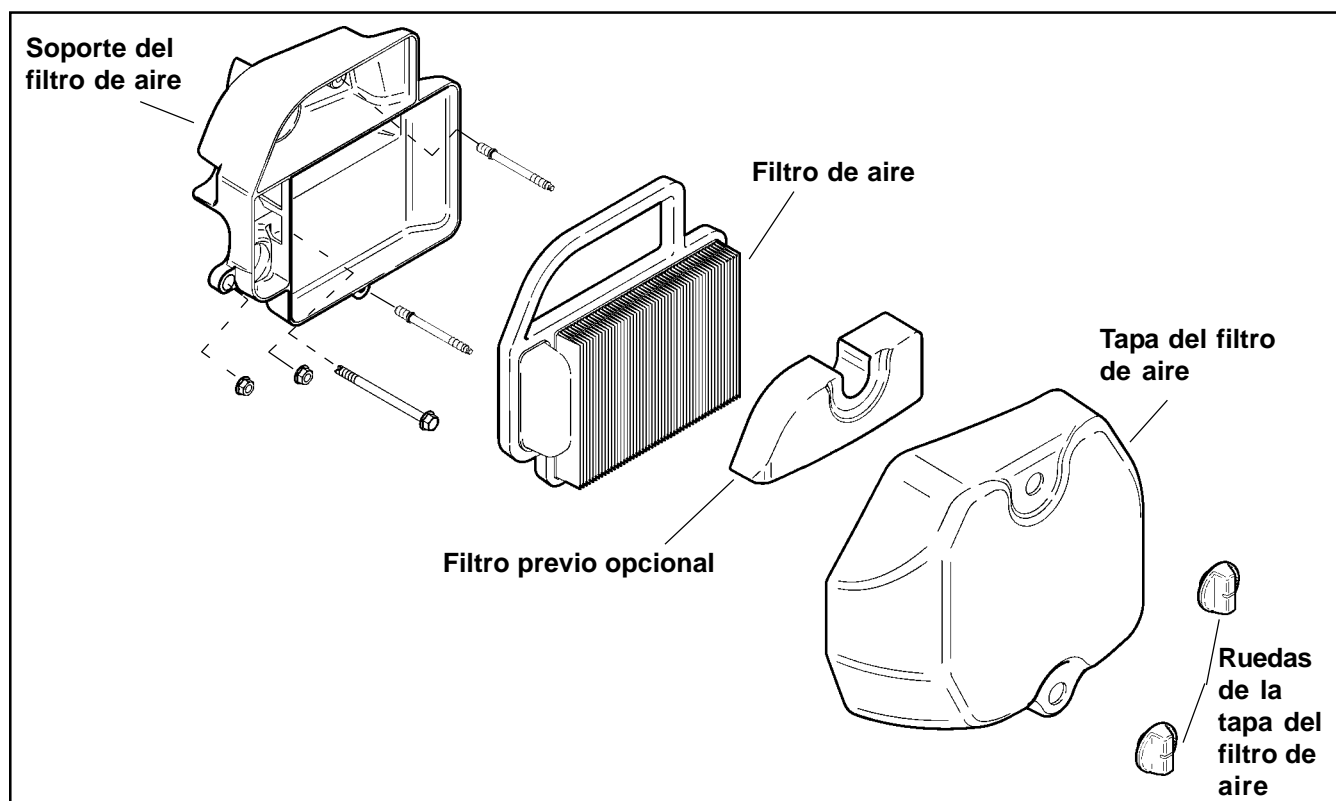

Figura 4-1. Conjunto de filtro de aire-Vista despiezada.
Estos motores están equipados con un filtro de aire recambiable de papel de alta densidad. Algunos motores llevan también un filtro previo de espuma lubricado situado en la tapa exterior del filtro de aire. Ver figura 4-1.
6. Vuelva a instalar el filtro previo (si procede) en la parte superior de la tapa del filtro de aire. Compruebe que el orificio del filtro previo está alineado con el resalte de montaje superior. Ver Figura 4-1.